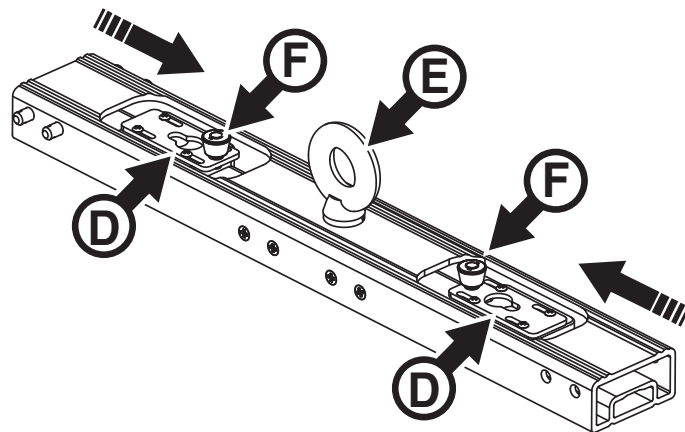

Bild 12: Schließen der Riegel, Single Header
5. Siehe Bild 12. Halten Sie das Panel fest und schieben Sie beide Riegel **D** des Headers *nach innen*, zur Hebeöse **E** hin. Die Riegel müssen in die Nut der vertikalen Verbinder **A** eingreifen. Die Sicherungen **F** der Riegel müssen hörbar einrasten. Die Riegel dürfen sich nicht mehr öffnen lassen. Prüfen Sie den sicheren Sitz der vertikalen Verbinder des Panels in den Riegeln.